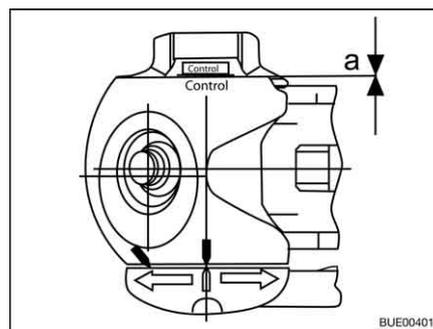

Fig. 190 Controllo usura
- Distanza  $a = 0$  (Fig. 190): Controllare guarnizioni di attrito ed ev. sostituirle.